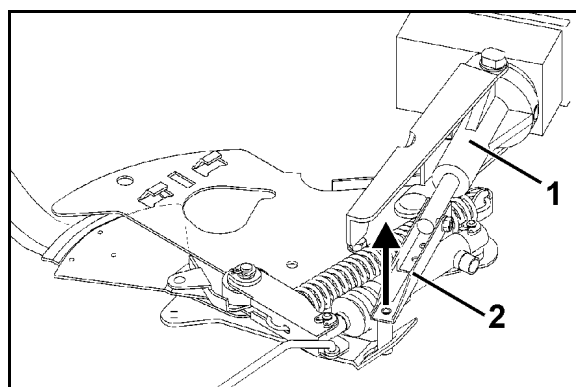

Fig. 14
4. Ridicați puțin servomotorul (Fig. 14/1) și desprindeți bieleta (Fig. 14/2) din legătura la vana glisantă de dozare.